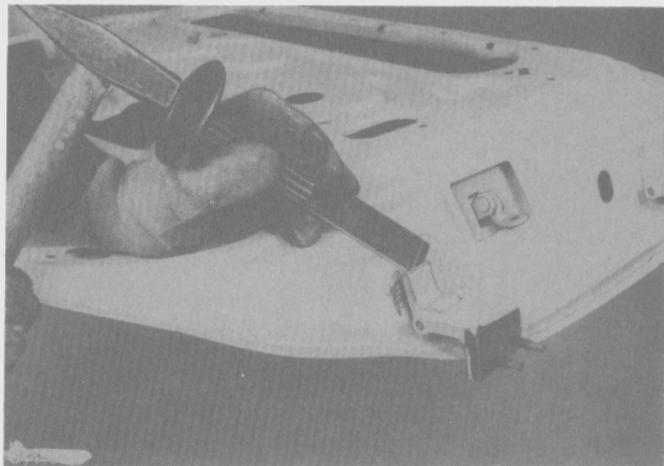

Fig. 178
- Separar la bisagra del panel de la puerta con un martillo y un cortafrío (Fig. 178).